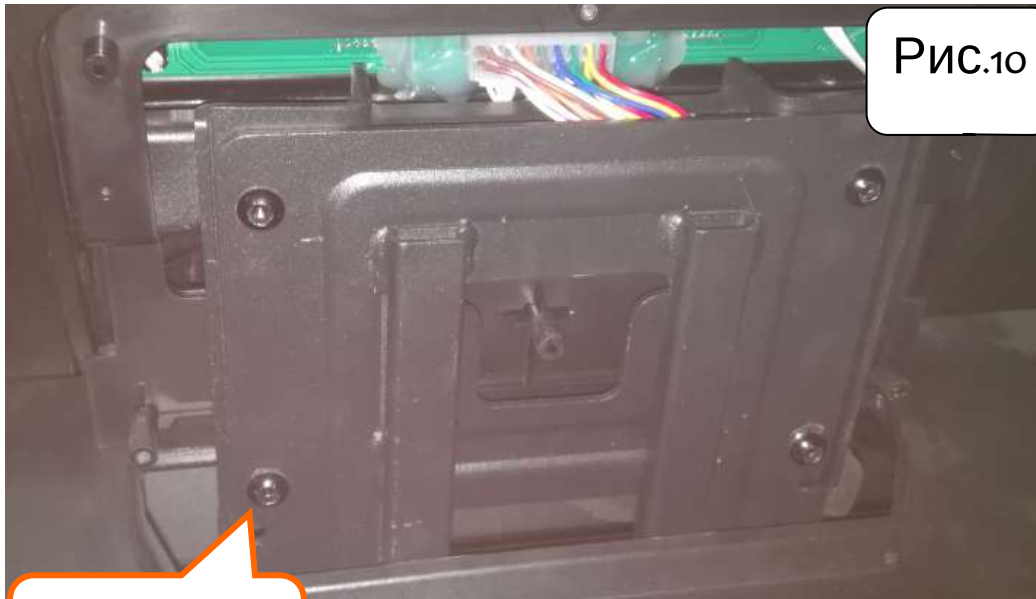

Рис.10
10. Закрепите дисплей на консоли с помощью ключа # 5 и 4-х винтов М6\*20 (Рисунок 10).